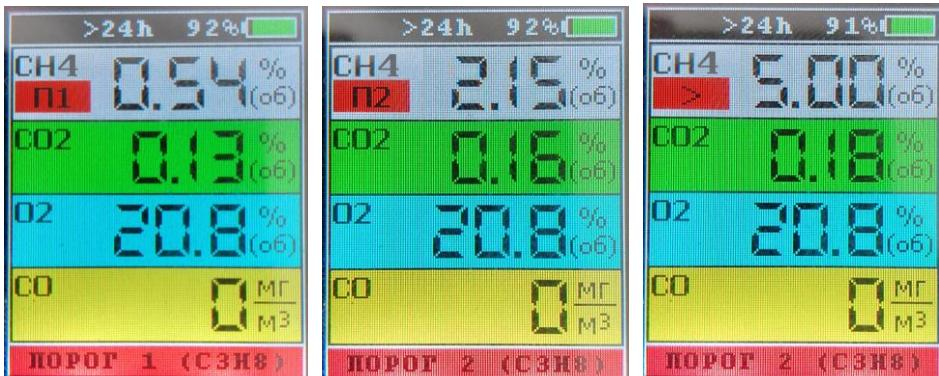

Рисунок 9.4.
9.5 Виды сигнализации при достижении концентраций установленных порогов сигнализации (рисунок 9.4):